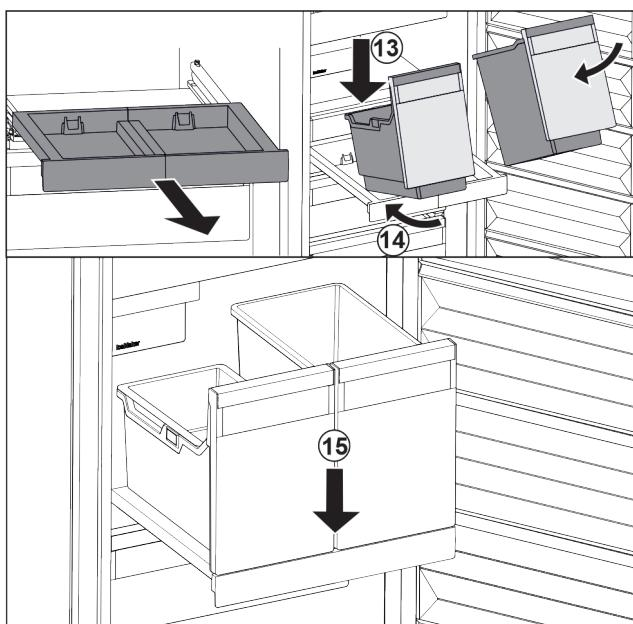

Fig. 47
- Stavite spremnik ukoso na izvlačnu ploču. Fig. 47 (13)
- Gurnite spremnik ukoso prema natrag. Fig. 47 (14)
- Spustite spremnik naprijed. Fig. 47 (15)